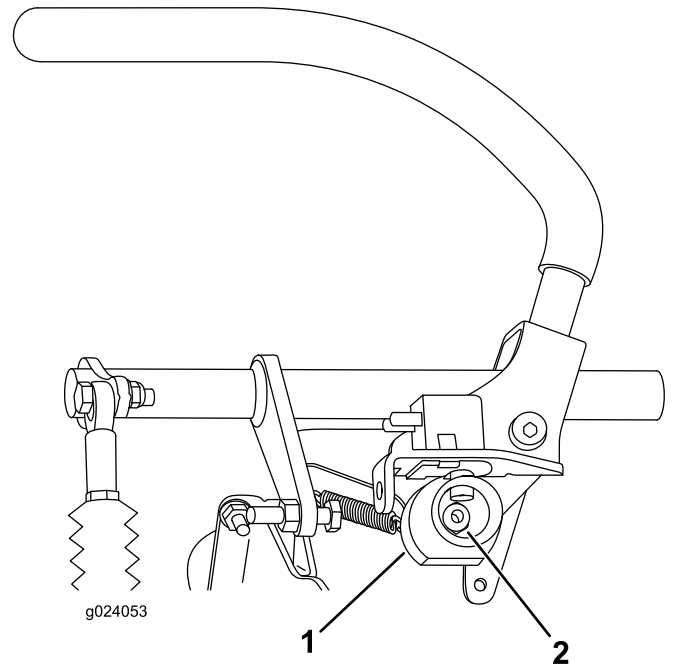

Figura 68
6. Afloje la tuerca que sujeta la leva (Figura 68).